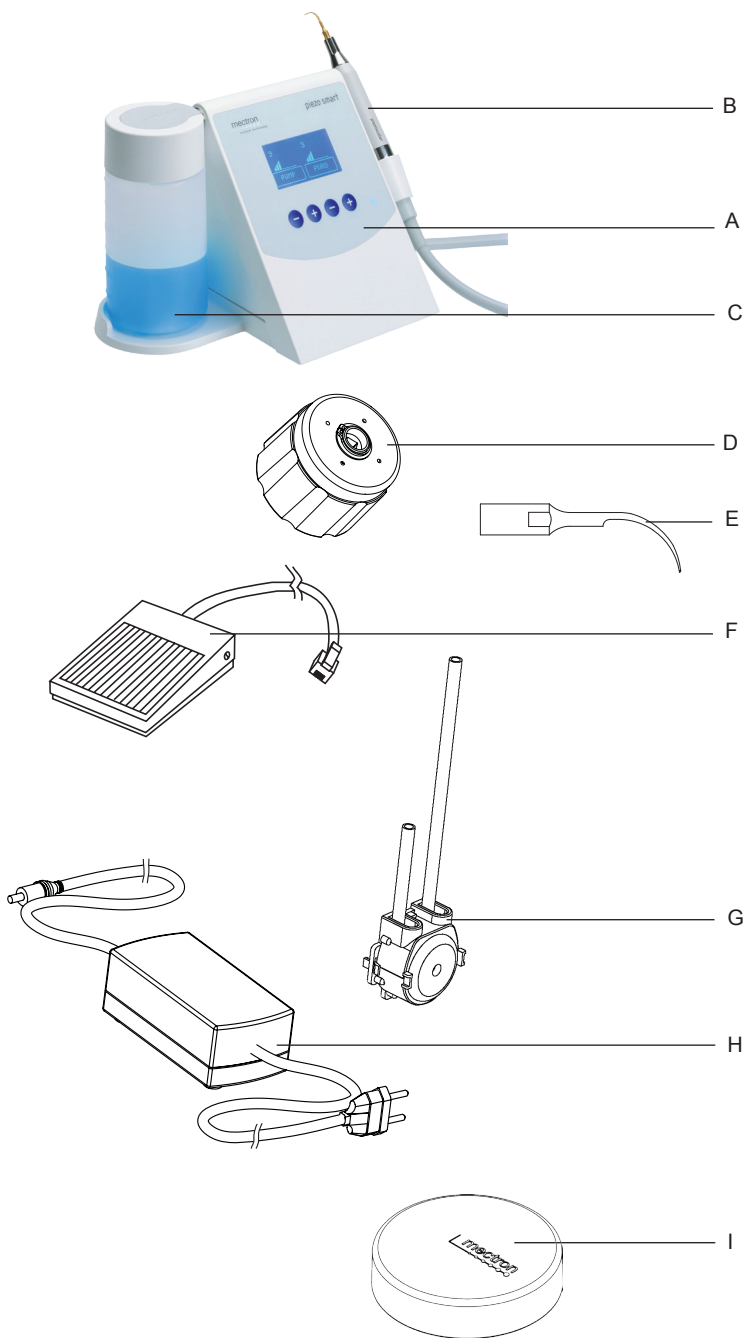

Fig. 3
- 1 Corpo apparecchio (Fig.3 - Rif.A).
- 1 Manipolo ablatore (Fig.3 - Rif.B).
- 2 Flaconi (Fig.3 - Rif.C).
- 1 Chiave dinamometrica K6 (Fig.3 - Rif.D).
- 1 Kit inserti, composto da 4 inserti.(Fig.3 - Rif.E).
- 1 Pedale con cavo e spinotto (Fig.3 - Rif.F).
- 1 Pompa peristaltica (Fig.3 - Rif.G).
- 1 Alimentatore esterno (Fig.3 - Rif.H).
- 2 Tappi per flaconi (Fig.3 - Rif.I).
- 3 Per conservare meglio il liquido, sostituire il tappo flacone con innesto con uno senza innesto (Fig.3 - Rif.I).
Il pedale (Fig.3 - Rif.F) per il consenso.